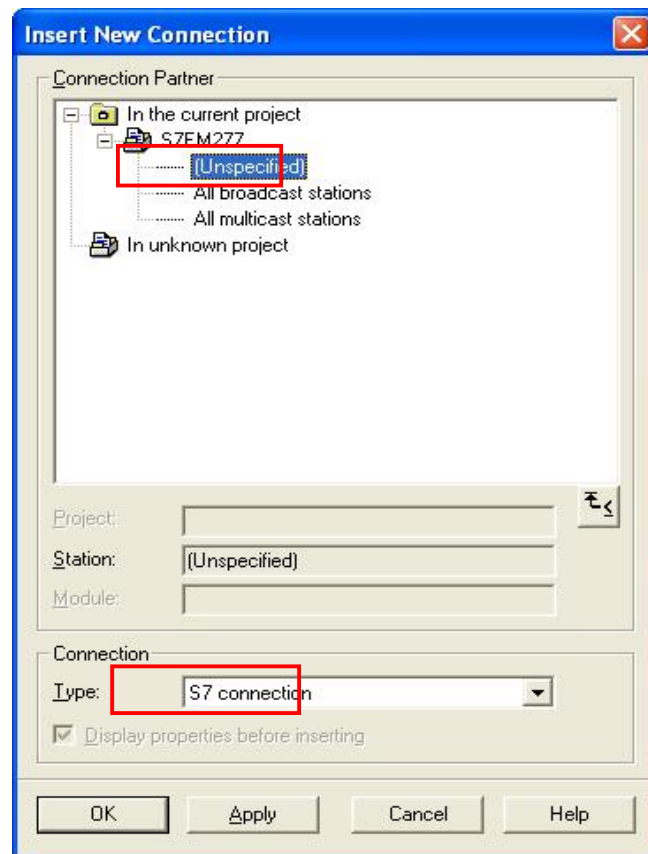

图 6
4. 为 OPC Server 定义新连接，连接伙伴选择“ Unspeci fi ed” ，连接类型选择“ S7 connection” ，如图 6